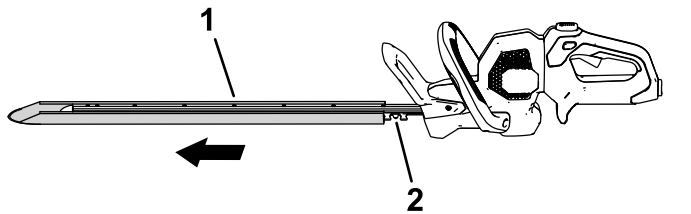

Figura 4
1. Rimuovete la copertura di protezione dalle lame (Figura 4).